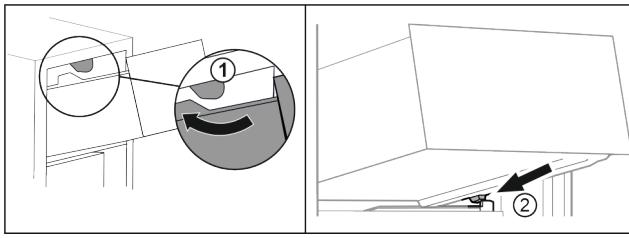

Fig. 61
- Прокарайте чекмеджето около горните ограничители. Fig. 61 (1)
- Поставете чекмеджето под ъгъл зад долните ограничители върху реброто на съда. Fig. 61 (2)